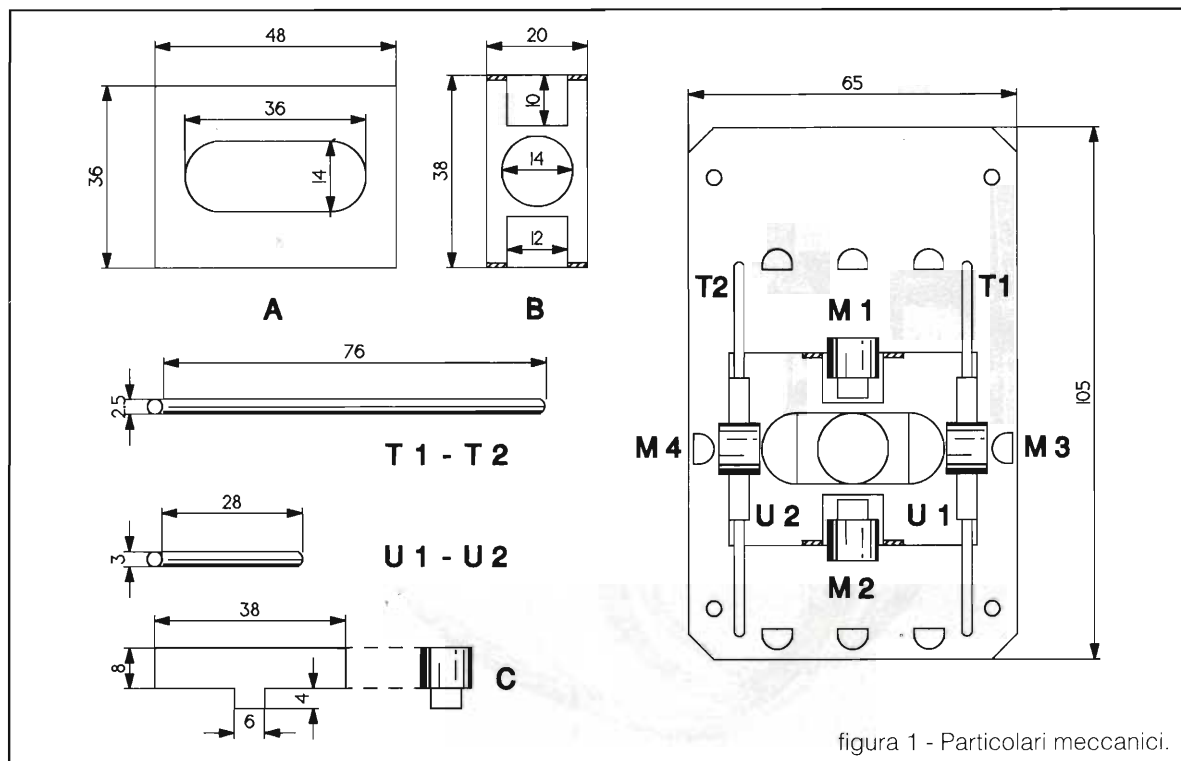

figura 1 - Particolari meccanici.
Tale slitta è composta da due pezzi (A e B) illustrati in figura 1, e sui quali vengono saldati i supporti cilindrici (C) dei magnetini che eccitano le sonde.
Di questi integrati ne sono stati impiegati otto: sei per le marce e due per la posizione di folle. La loro disposizione è indicata sulla basetta D di figura 1.